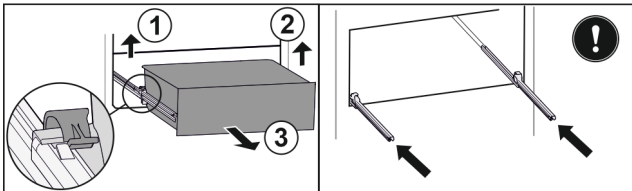

Fig. 214
- Soulever la bride gauche et tirer dans le même temps la partie gauche du tiroir vers l'avant. Fig. 214 (1)
- Soulever la bride droite et tirer dans le même temps la partie droite du tiroir vers l'avant. Fig. 214 (2)
- Retirer le tiroir par l'avant. Fig. 214 (3)